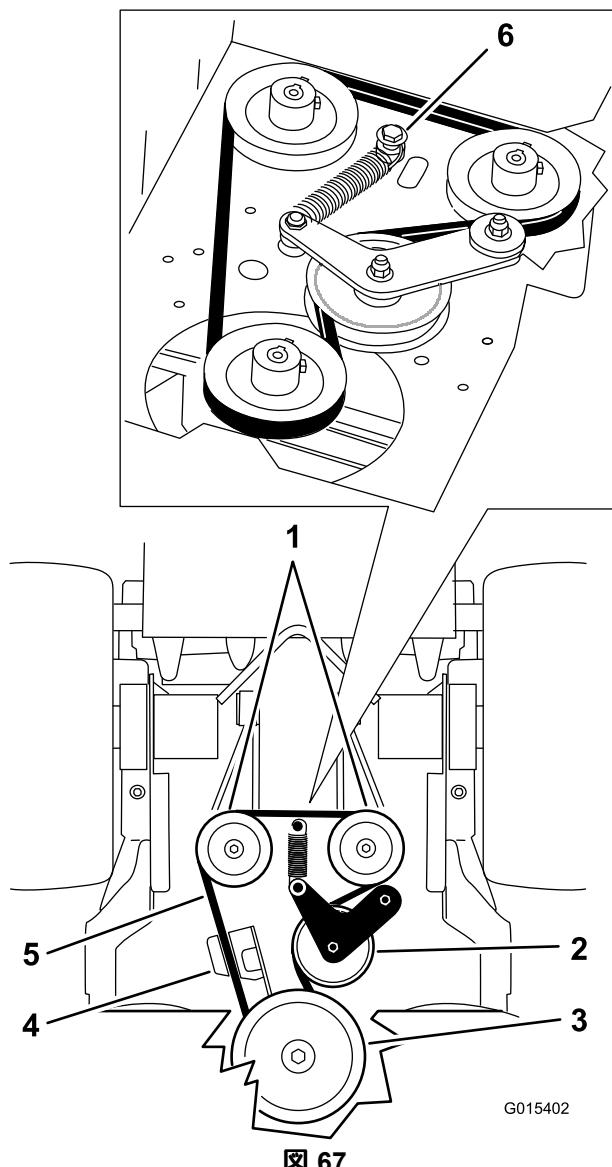

図 67
5. スプリングに接続されているショルダーボルト、ナット、ワッシャをエンジンデッキから外す 図 67。
6. ポンプ駆動ベルトを取り外す図 67。
8. スプリングをショルダボルトとワッシャに取り付け、ナットでエンジンデッキに接続する図 67。